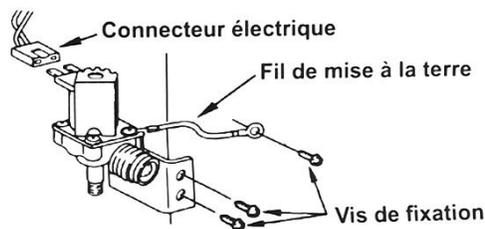

Figure 4
7. Débrancher le connecteur électrique de la bobine, puis déposer les vis de fixation du support et le fil vert de mise à la terre. Voir la Figure 4.